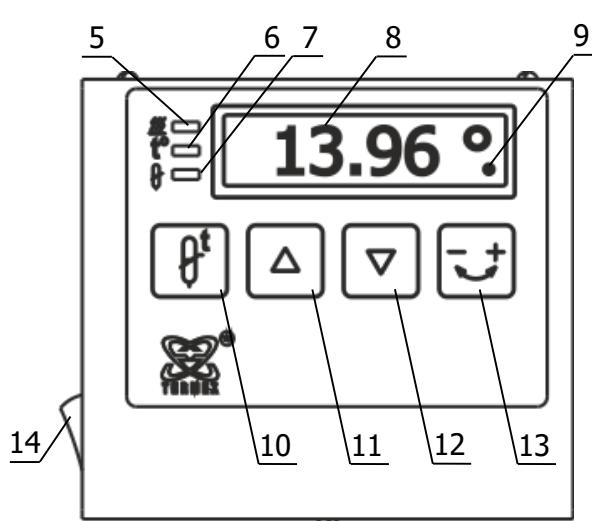

Рисунок 2 — Блок регулирования
1.4.3 Установка режима работы термостатов осуществляется органами управления, расположеными на лицевой панели блока регулирования (рисунок 2).
- TCB-02 — кнопкой 14 (рисунок 2).
2.3.1 В рабочем режиме на светодиодном табло 8 (рисунок 2) отображается текущее значение температуры в рабочей камере терmostатов. Индикатор 5 загорается во время работы нагревателя. Индикатор 9 (в виде точки под символом градуса Цельсия) появляется при включении холодильной машины.
2.3.5 При возникновении статического разряда, в процессе эксплуатации терmostатов, возможен сброс настроек и энергонезависимой памяти блока регулирования, при этом показания температуры на табло 8 (рисунок 2) могут значительно отличаться от действительной температуры в рабочей камере терmostатов.
2.4.1 После стабилизации установленной температуры табло 8 (рисунок 2) показывает температуру, измеренную встроенным датчиком, и эта температура может не соответствовать действительной температуре в рабочей камере терmostата.
- для входа в режим коррекции температуры нажать кнопку 13 (рисунок 2), при этом индикатор 6 начнет мигать;